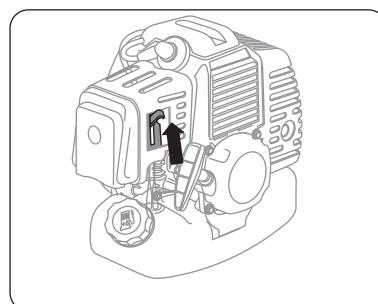

рис. 9
4. Переведите рычаг воздушной заслонки в верхнее положение – || «Закрыто» (рис. 9).
7. Переведите рычаг воздушной заслонки (рис. 9) в среднее положение.